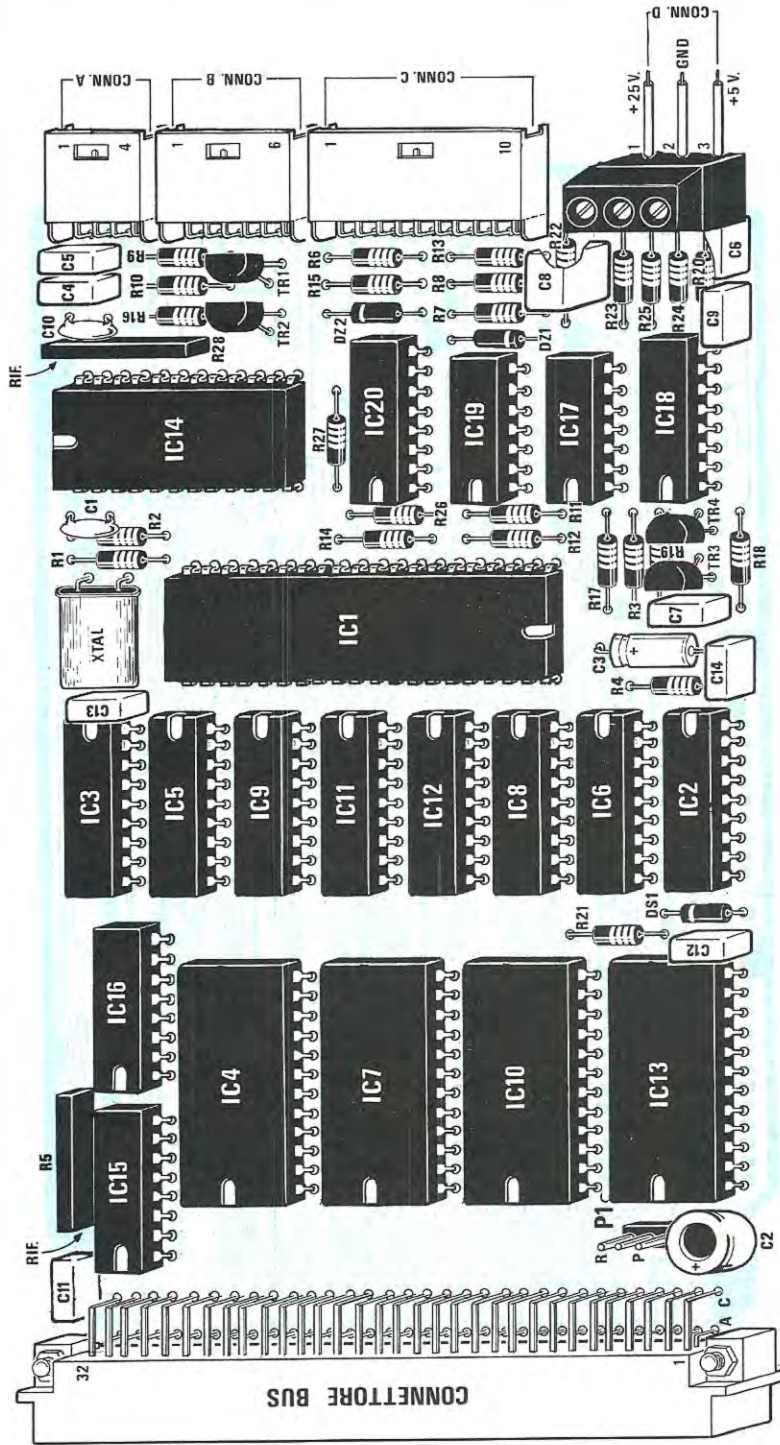

Fig. 2 Schema pratico di montaggio della scheda BUS il cui schema elettrico è riportato in fig. 1
A questo punto si può memorizzare il programma in una normale cassetta da registratore oppure memorizzarlo sulla EPROM che deve essere inserita nello zoccolo del programmatore (vedi IC13 di fig. 2) presente sulla scheda CPU.
1) **LA CPU** vera e propria è un nuovissimo micro-processore della National siglato INS.8070 (vedi IC1 in fig. 2) progettato specificatamente per questo genere di applicazioni, cioè per realizzare MICROCONTROLLER o PERSONAL-COMPUTER. In effetti questa CPU è particolarmente potente disponendo di una architettura interna a 16 bit, ma altrettanto pratica da usarsi per il BUS esterno a 8 bit tipici dei dispositivi dell'ultima generazione.